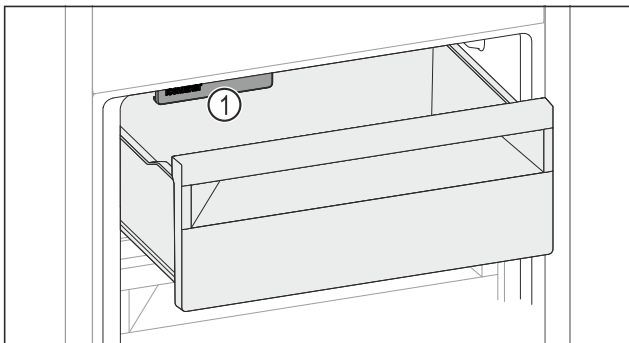

Fig. 142
- Tenez compte de l'IceMaker Fig. 142 (1).